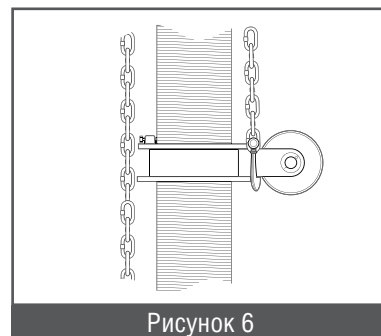

Рисунок 6
- Удерживается на силовом устройстве крюком цепи (рисунок 6).